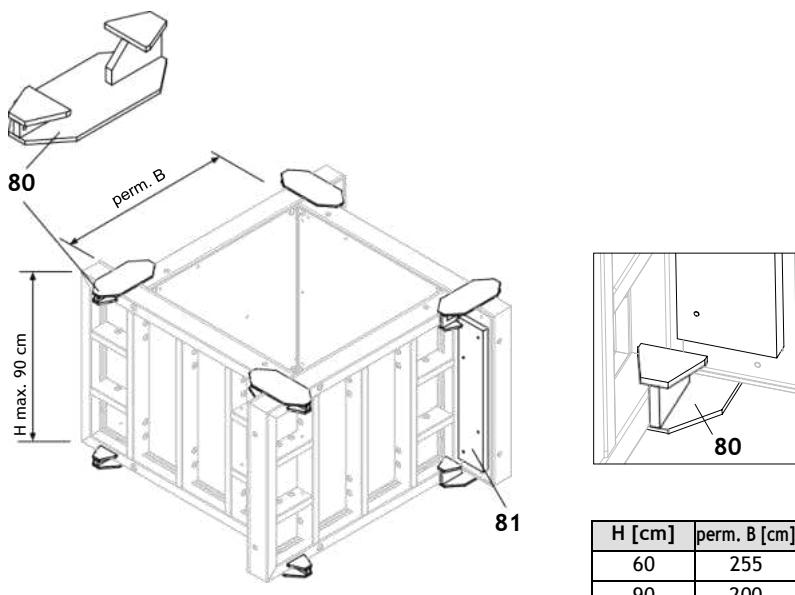

Fig. A15.01
(Fig. A15.01)
3. Закрепете летвата (81) с пирони.
- (Fig. A15.01 + A15.01a)